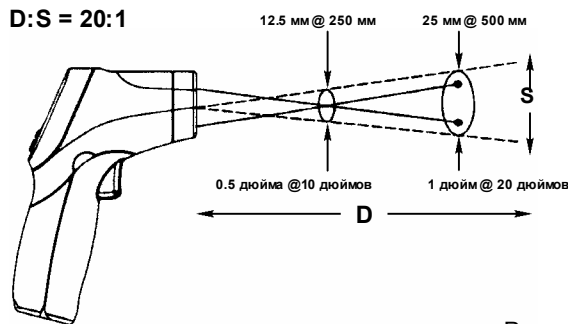

Рисунок 1
При увеличении расстояния до объекта измерения (D) диаметр пятна (S), на площади которого прибор измеряет температуру, становится больше (см. рис. 1).